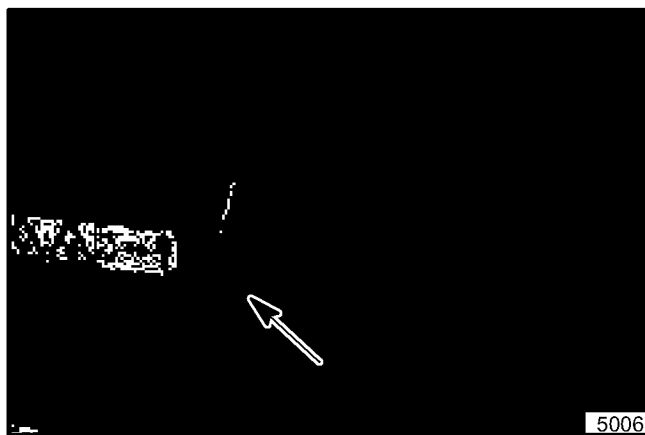

Figure 9. Tige de levage reliée au bras de levage
- 16. Relier, à l'aide d'une goupille à étrier, l'étrier sur la tige de levage au bras de levage comme indiquée à la figure 9.